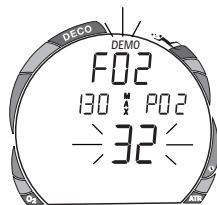

Fig. 99 - Einstellung Demo FO2
- Halten Sie die rechte Taste ("Wahl") gedrückt, um von **Air** auf **21%** bis **32%** in 1%-Schritten zu rollieren. Sie stoppen, indem Sie die Taste loslassen, spätestens jedoch bei **32%** (Abb. 99).